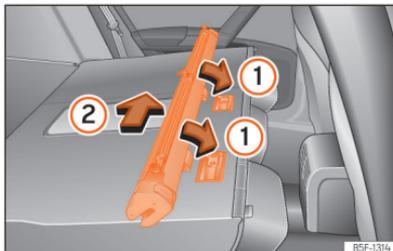

Fig. 189 Montar a rede de separação nos encostos do banco traseiro.
- Coloque a carcaça da rede nos rebaiços das calhas de fixação no sentido das setas >>> Fig. 189 ①.
- Empurre a carcaça para o lado esquerdo do veículo no sentido da seta >>> Fig. 189 ② e até ao limite.
- Puxe da carcaça da rede aproximadamente 5 cm no sentido contrário da seta »» Fig. 189 ②.
- Retire a carcaça das calhas de fixação puxando no sentido contrário ao das setas »» Fig. 189 ①.